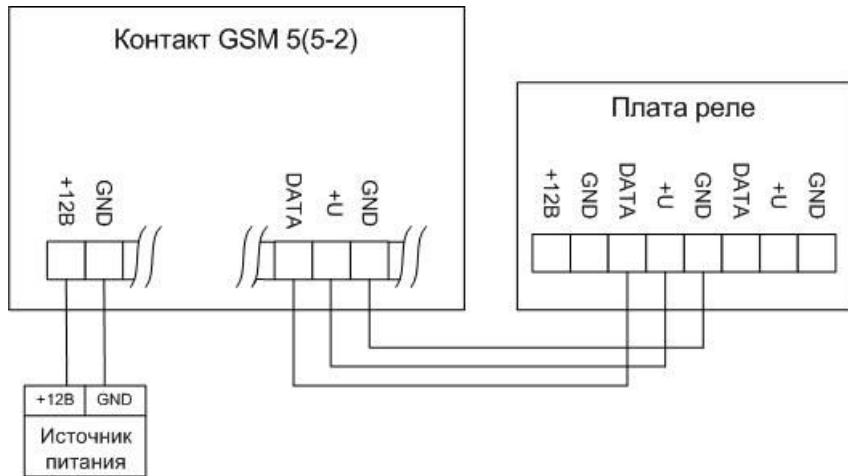
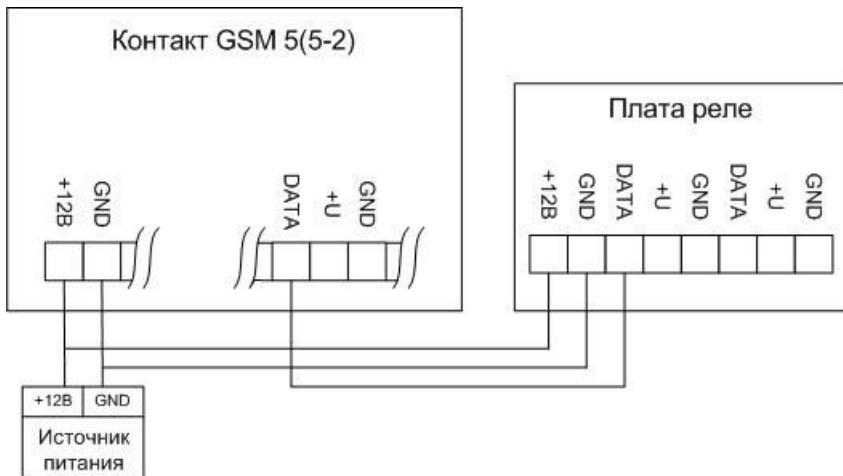

рис.1.1
рис.1.2
XT8 – для подключения внешнего источника питания, например *рис.1.2*
- соедините устройство с контрольной панелью как показано на рис.1.1 или рис.1.2
- соедините одну плату реле с контрольной панелью, как показано на рис.1.1 или рис.1.2